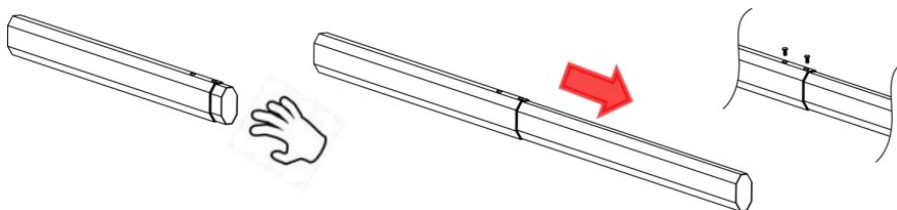

Figura 1 Conecte o braço principal e secundário e fixe com os 2 parafusos
- 1) Puxe o braço menor para fora do braço principal e fixe com os dois parafusos, conforme mostrado na Figura 1.